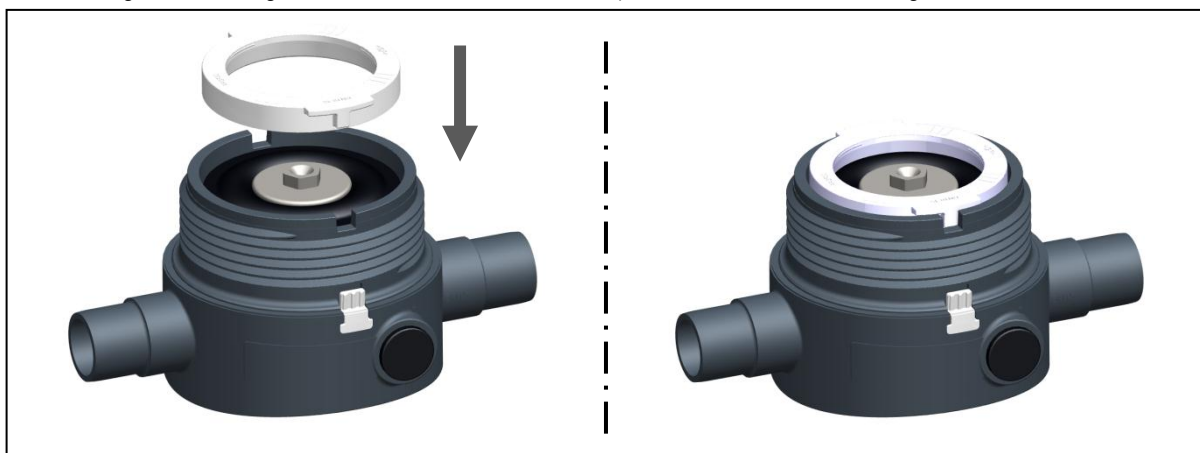

Fig. 13
- ▶ Déposer l'anneau de blocage. Pour cela, s'assurer que les deux ergots de l'anneau de blocage soient logés dans les encoches de la partie inférieure, voir Fig. 13.